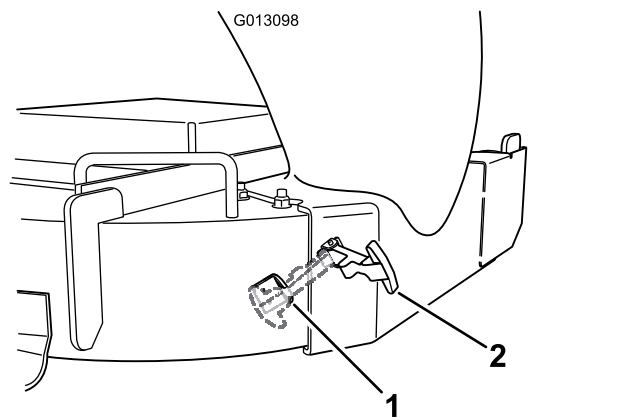

Bild 20
8. Haken Sie den flexiblen Verschluss am Auswurfkanal an der Befestigungsklemme ein, die an der Vorderwand des Mähwerks angeschweißt ist (**Bild 20**).